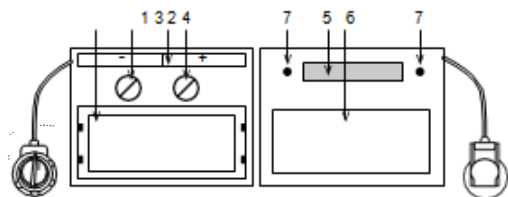

Рис. 2
#### Загальний вигляд фільтруючих елементів об'єктива (рис. 2)
4. Клас стану скидання фільтра об'єктива DIN 4. Регулятор 4 (рис. 2) за потреби може змінювати час переходу від темного до світлого в діапазоні 0,1-1,0 с.
3. Якщо шолом тривалий час не використовувався, зверніть особливу увагу на чистоту датчиків дуги (рис. 2, п. 4). При необхідності видаліть з них пил.
- Час переходу до світлого стану вказує на час повернення фільтра лінзи з темного стану до прозорого стану по відношенню до зварювальних струмів та інтенсивності світла. Величина змінюється регулятором 4 (рис. 2).
### Регулятор чутливості (рис. 2, поз. 3)